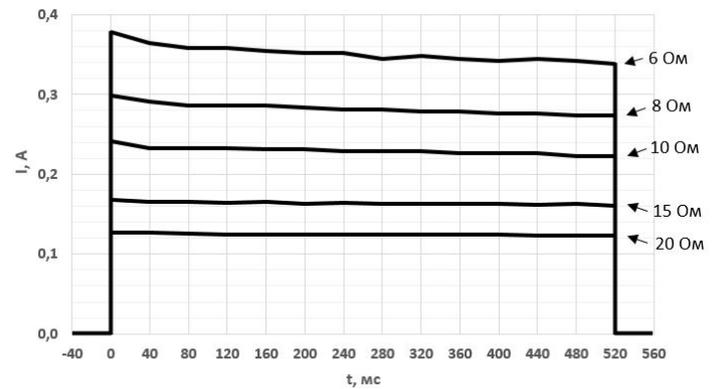

Рис. 2 – Зависимость тока пускового импульса от времени для различных сопротивлений пусковой цепи
3.3 Сила тока в пусковом импульсе: определяется из графика на рис. 2 в зависимости от сопротивления пусковой цепи (реальные значения – не хуже указанных во всем диапазоне рабочих температур).